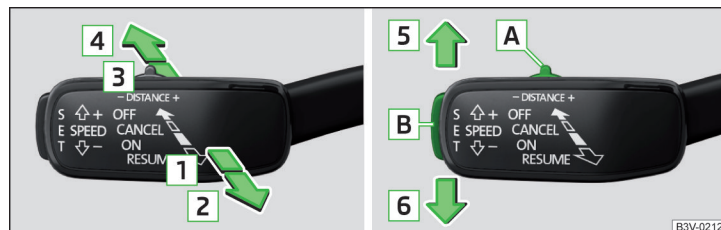

Fig. 300 Elementos de mando del dispositivo de limitación de velocidad
### Vista general del sistema regulador del dispositivo de limitación de velocidad » fig. 300
- La palanca de operación ACC en posición ON colocar » fig. 300.